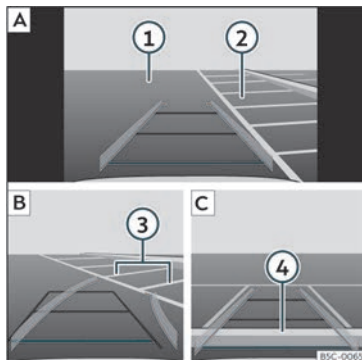

Fig. 177 Visualització a la pantalla del sistema d'Infotainment: aparcar amb l'assistent de marxa enrere.
Legenda de la **fig. 177**:
- Situeu el vehicle davant de l'espai d'aparcament» **fig. 177** **2** **A**.